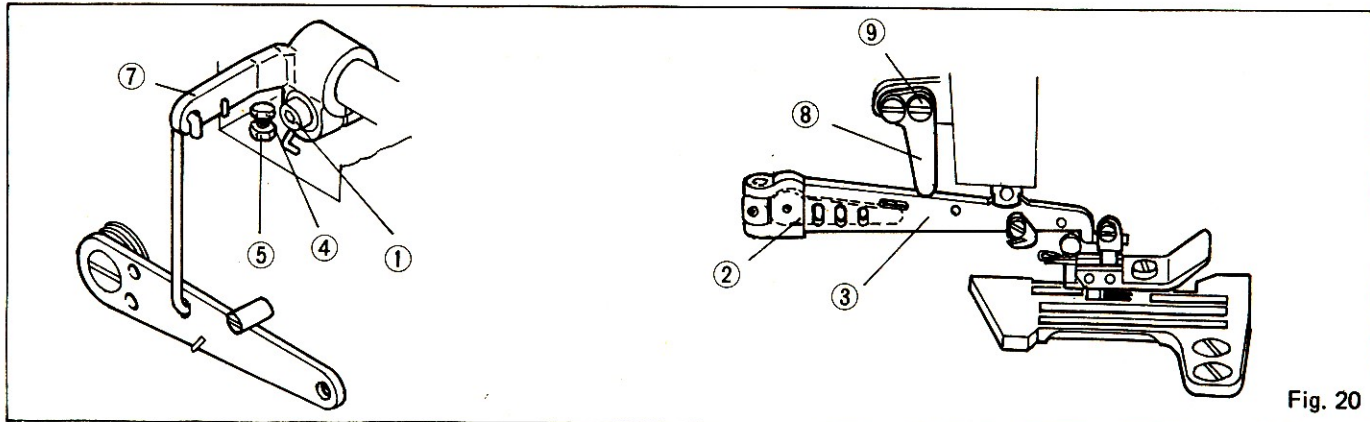

Fig. 20
(1) Foot Lift Adjustment Fig. 20
Ajuste elevacion del prensatelas. Fig. 20
Réglage de la levée du pied presseur Fig. 20